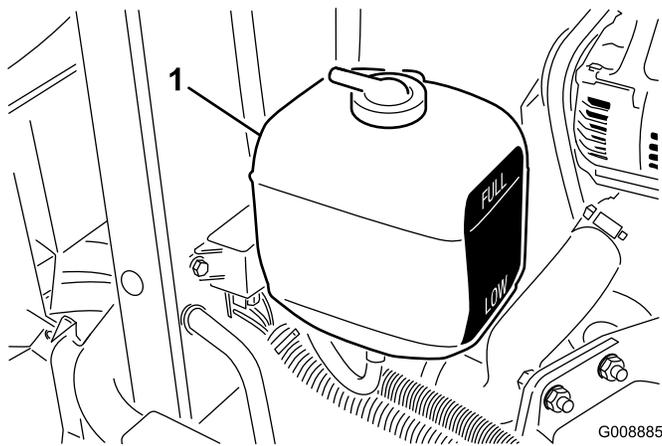

Figure 23
1. Vérifiez le niveau du liquide de refroidissement dans le vase d'expansion (Figure 23). Quand le moteur est froid, le niveau du liquide de refroidissement doit se situer à peu près entre les deux repères qui figurent sur le côté du réservoir.